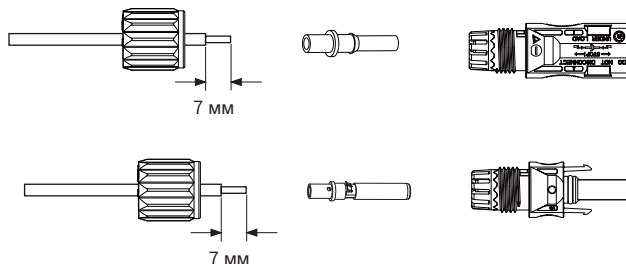

Рис. 3.3 Снимите накидную гайку разъема
- а) Зачистите провод постоянного тока примерно на 7 мм, снимите накидную гайку разъема (см. рисунок 3.3).